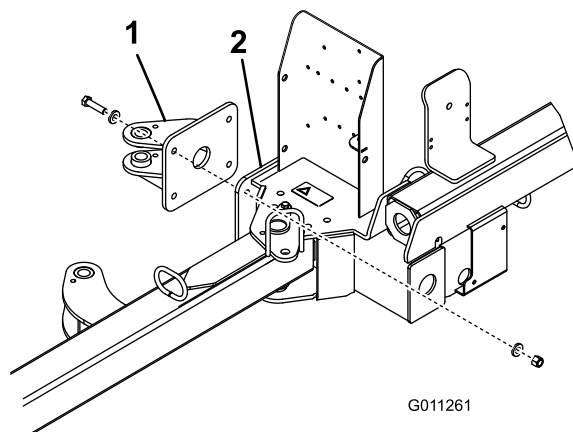

Figura 5
1. Montate la linguetta posteriore dell'attuatore sul telaio della spazzatrice con (4) bulloni da 1/2 x 2 poll., (8) rondelle piane da ,531 x ,063 e (4) dadi di bloccaggio da 1/2 poll. Collocate i componenti come illustrato nella Figura 5.